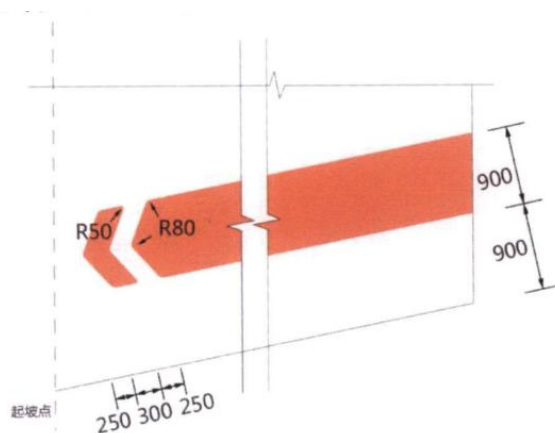

图 14 非机动车坡道侧墙标识样式及尺寸示例
3.11 非机动车坡道出入口应在一侧墙体涂刷墙体标识。标识样式及尺寸示例见图 14。